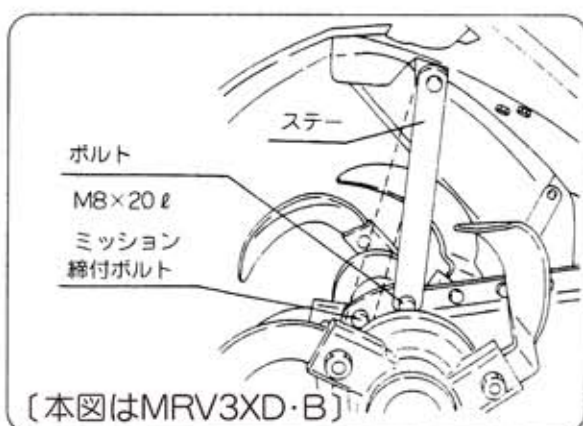

図56
- 5 ステーを1段上にセットしてください。(M8×20ℓ ボルト) (図56)
- 6 ミッション締付ボルトを取付てください。(図56)